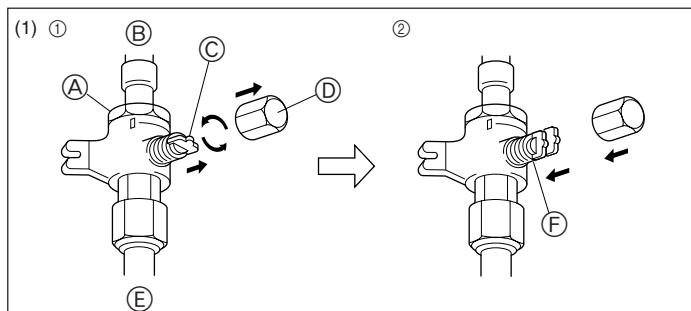

Fig. 4-5
- Controleer of de afsluitkranen (A) en (B) zijn gesloten en open deze niet.
- Zet druk op de koelstofpijpen via dienstopening (C) van de vloeistofafsluitkraan (D).
- Als de druk in stap (2) of (3) terugloopt, is er een gaslek. Zoek het lek.
- Gaszijde van de RP2.5-6 (Fig. 4-5)